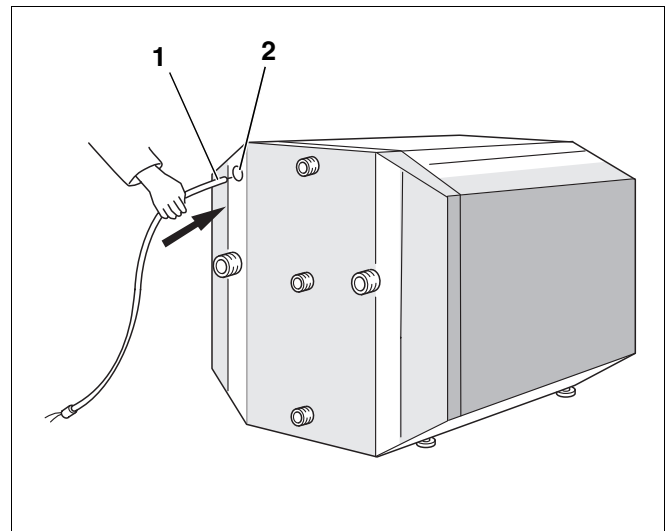

Abb. 9 Temperaturfühler montieren
- Temperaturfühler (Abb. 9, **Pos. 1**) von der Speicher-rückseite in die Bohrung des Kabelkanals (Abb. 9, **Pos. 2**) einführen.